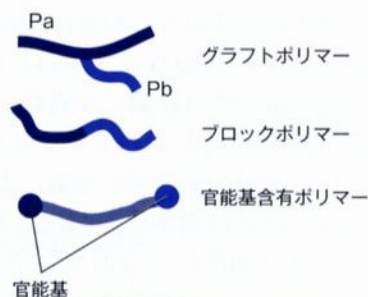

図3 相溶化剤の構造例
ポリマーブレンドにおける界面接着力を強化するため、「相溶化剤」がよく用いられます。これは、ブレンドする両者と仲がよい(親和性の高い)成分を有し、いわば両ポリマーの接着剤に成りうる材料です。例えば、ポリマー Pa と Pb をブレンドする場合には、①Pa と Pb のグラフトポリマー、②Pa と Pb のブロックポリマー、③Pa または Pb と反応する官能基を含有するポリマーなどが挙げられます(図 3)。どの相溶化剤を選択するかは、ブレンドしたいポリマーの構造や組み合わせによって多種多様であり、材料開発者が最も苦勞するポイントです。すなわち、「ポリマーブレンドによる新材料開発=いかに優れた相溶化剤を選択できるか」と言っても過言ではありません。